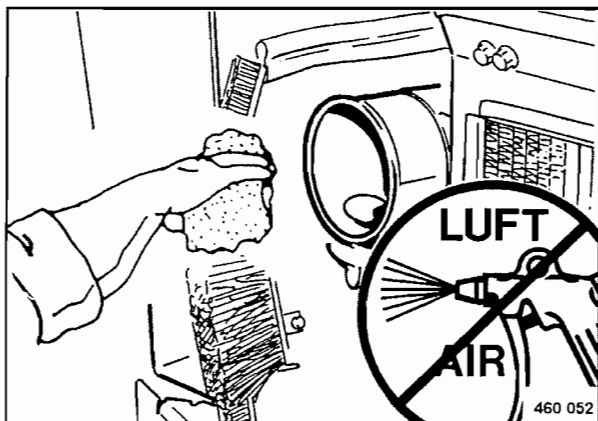

Fig. 130
- Limpiar la carcasa del filtro de aire con un paño (Fig. 130).